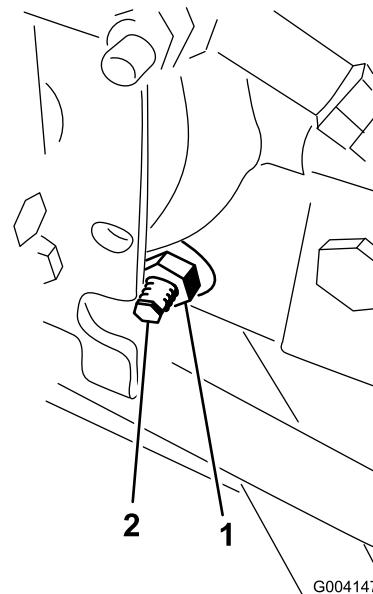

Bild 79
3. Lösen Sie rechts am Hydrostat die Sicherungsmutter an der Fahrantrieb-Einstellnocke (Bild 79).